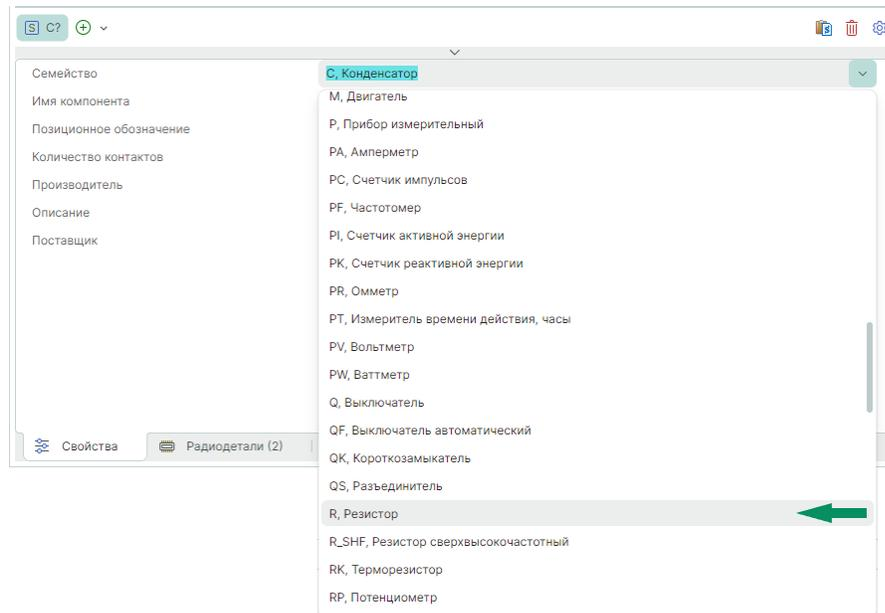

Рис. 306 Выбор нового семейства
1. Во вкладке «Свойства» в выпадающем списке «Семейство» выберите новое семейство для компонента, см. Рис. 306;